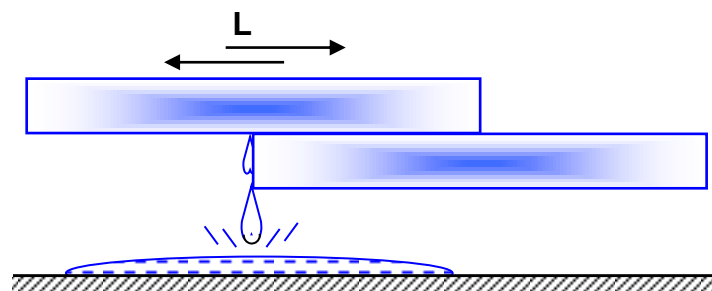

Рис. 4.3. К задаче 4.9
4.9. Два куска льда массой по 1 кг каждый имеют температуру  $0^\circ\text{C}$  и давление 1 бар. Происходит механическое взаимодействие этих кусков друг с другом в виде трения, они взаимодействуют гладкими поверхностями без разрушения (рис. 4.3). На перемещение кусков затрачивается работа в количестве 100 кДж. Определить количество расплавленного льда в результате такого взаимодействия и увеличение энтропии системы, если считать, что теплообмен с окружающей средой отсутствует. Изобразить этот процесс в  $T,S$ -диаграмме.